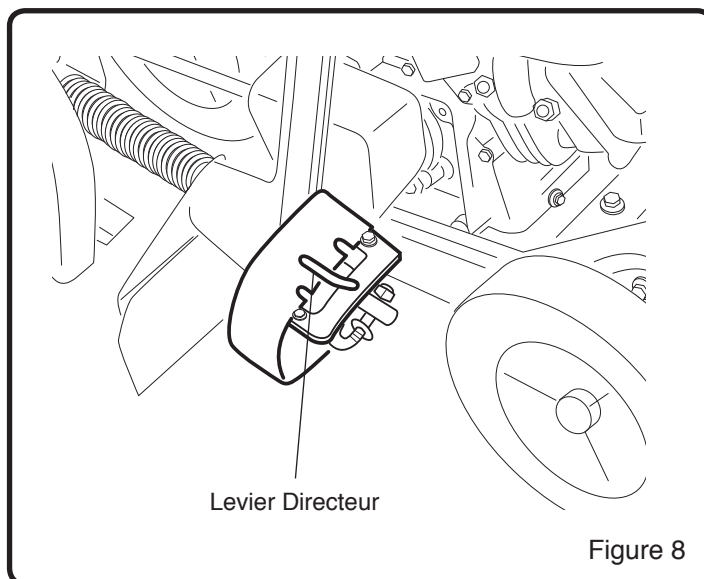

Figure 8
3. Désengagez le levier directeur (Voir Figure 8). Déplacez le levier directeur vers l'encoche désirée (15, 0 ou -15 degrés).